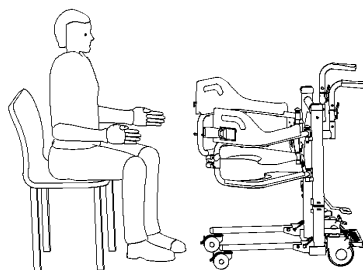

Figura 8
- Após abrir as estruturas do assento em ambos os lados, mova o veículo de transferência diretamente na frente do usuário. Ajuste a posição do veículo de transferência para que o centro de gravidade do usuário fique no centro da estrutura do assento novamente para que a parte inferior da estrutura do assento toque levemente o plano da cadeira. (Figura 8)